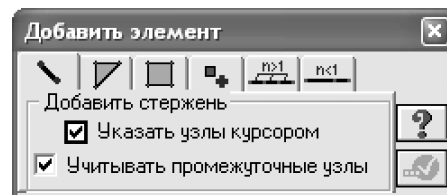

Рис.5.6. Диалоговое окно **Добавить элемент**
- Вызовите диалоговое окно **Добавить элемент** (рис.5.6) с помощью меню **Схема** ⇒ **Корректировка** ⇒ **Добавить элемент** (кнопка  на панели инструментов).
- Вызовите диалоговое окно **Добавить элемент** (рис.5.6). с помощью меню **Схема ⇒ Корректировка ⇒ Добавить элемент** (кнопка  на панели инструментов).